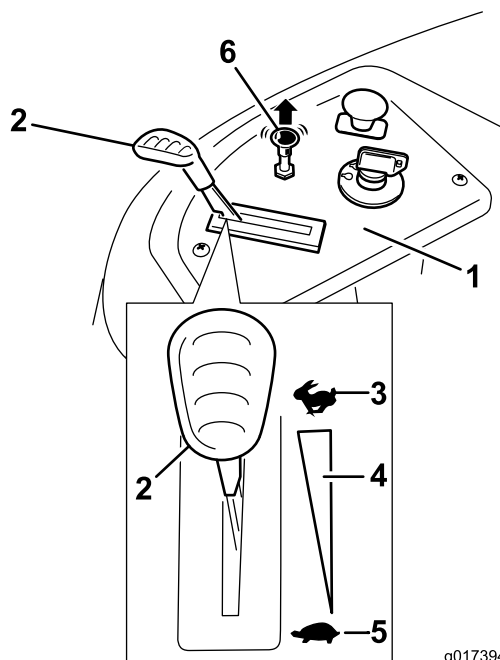

Figure 14
3. Tirez la commande de starter pour démarrer un moteur à froid (Figure 14).
2. Placez la commande d'accélérateur à la position haut régime (Figure 14).